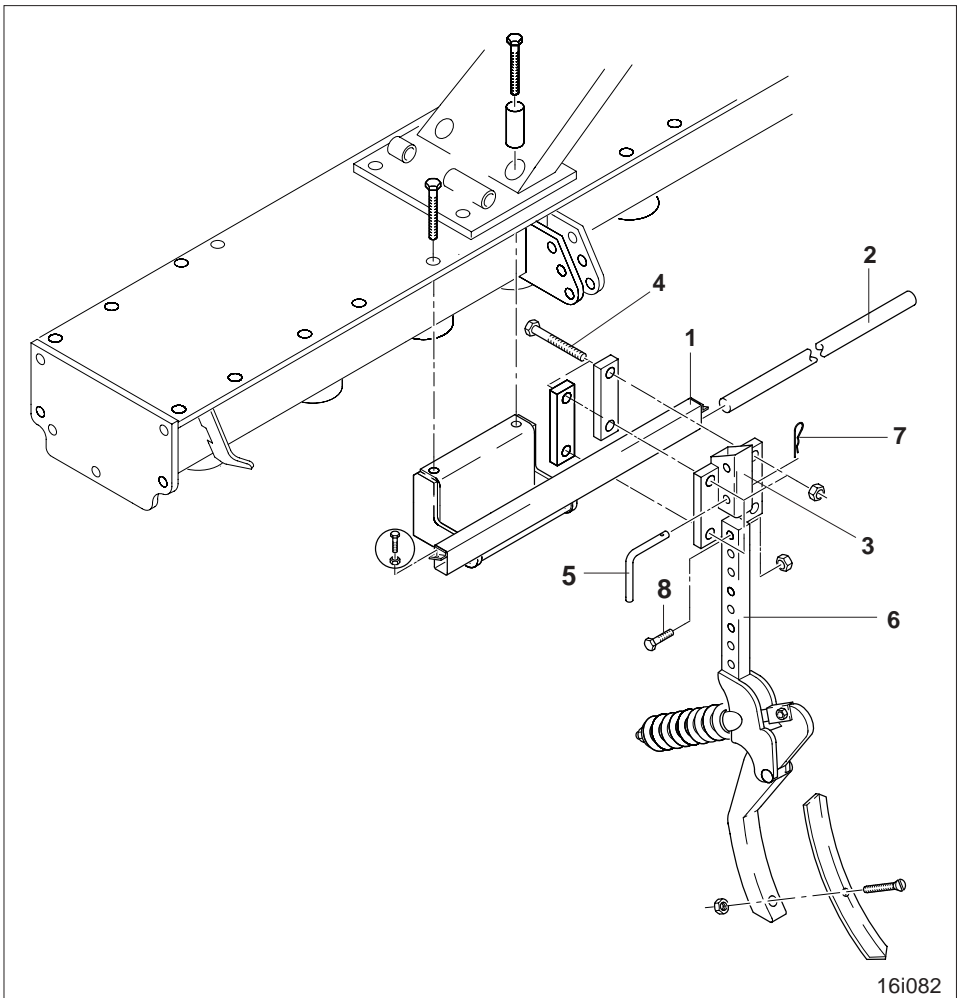

Fig. 15.1
(Fig. 15.1/1) und Schutzrohr (Fig.
maschine Spurlockererzinken (Fig. 15.1/6)
ganz oben in der Halterung (Fig. 15.1/3)
kerer (Fig. 15.1) an der Bodenbearbeitungs-
- Halterung (Fig. 15.1/3) auf dem Träger-
rohr (Fig. 15.1/1) in die richtige Position
ben (Fig. 15.1/4) zuvor lösen und an-
beitstiefe ist der Bolzen (Fig. 15.1/5) in
rung (Fig. 15.1/3) und Spurlockererzinken
(Fig. 15.1/6) einzustecken und mit
einem Federstecker (Fig. 15.1/7) zu si-
der Halterung (Fig. 15.1/3) fällt und
zen (Fig. 15.1/5) lösen sollte.**
Schlepperspurlockererzinken (Fig. 15.1/6) mit Halterung (Fig. 15.1/3) nach Kap. 15.1 montieren.